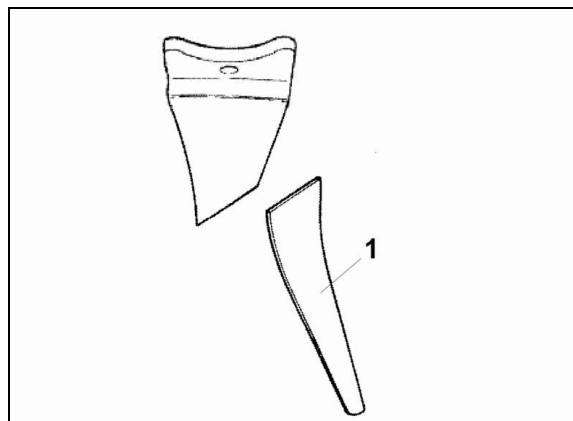

Рис. 68
При износе зубья «Griff Special» можно снова удлинить до оригинальной длины путем приваривания острия (Рис. 68/1). Сначала снимите почвообрабатывающие зубья с держателей (см. на стр. 108).
1. Приложите привариваемое острие (Рис. 68/1) к старому почвообрабатывающему зубу.